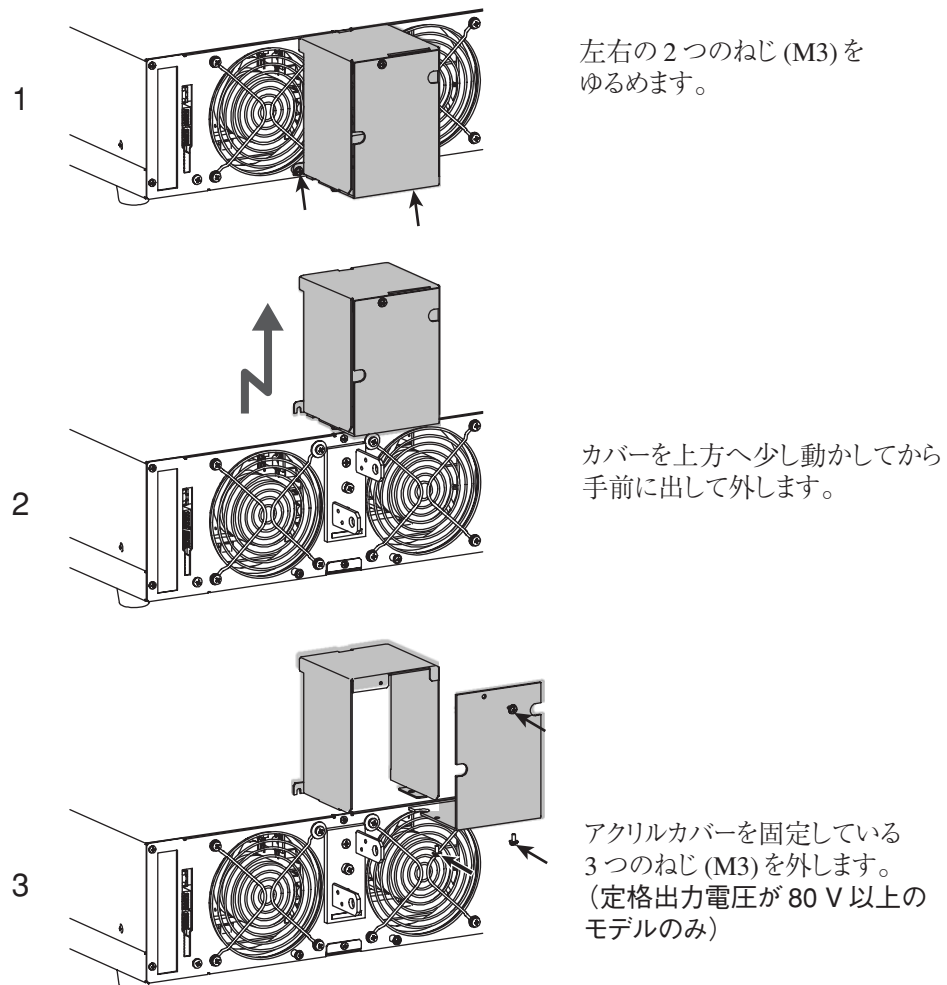

図 3-9 DC OUTPUT 端子カバーの取り外し
以下の手順の中で参照する図 3-9 ～図 3-13 では、2kW モデルを例として説明しています。4kW モデルに対しても、出力端子への接続は 2kW モデルと同様となりますので、図 3-9 ～図 3-13 を参照してください。
2. DC OUTPUT 端子カバーを取り外します。図 3-9 を参照してください。
PAM40-50 および PAM40-100 に対してはアクリルカバーは付属しませんので、図 3-9 の 3 はとばしてください。